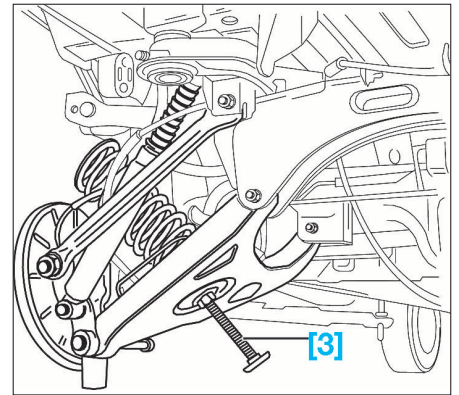

FIG. 46
- Déposer le ressort en dévissant l'écrou de l'outil [3] (Fig.46).